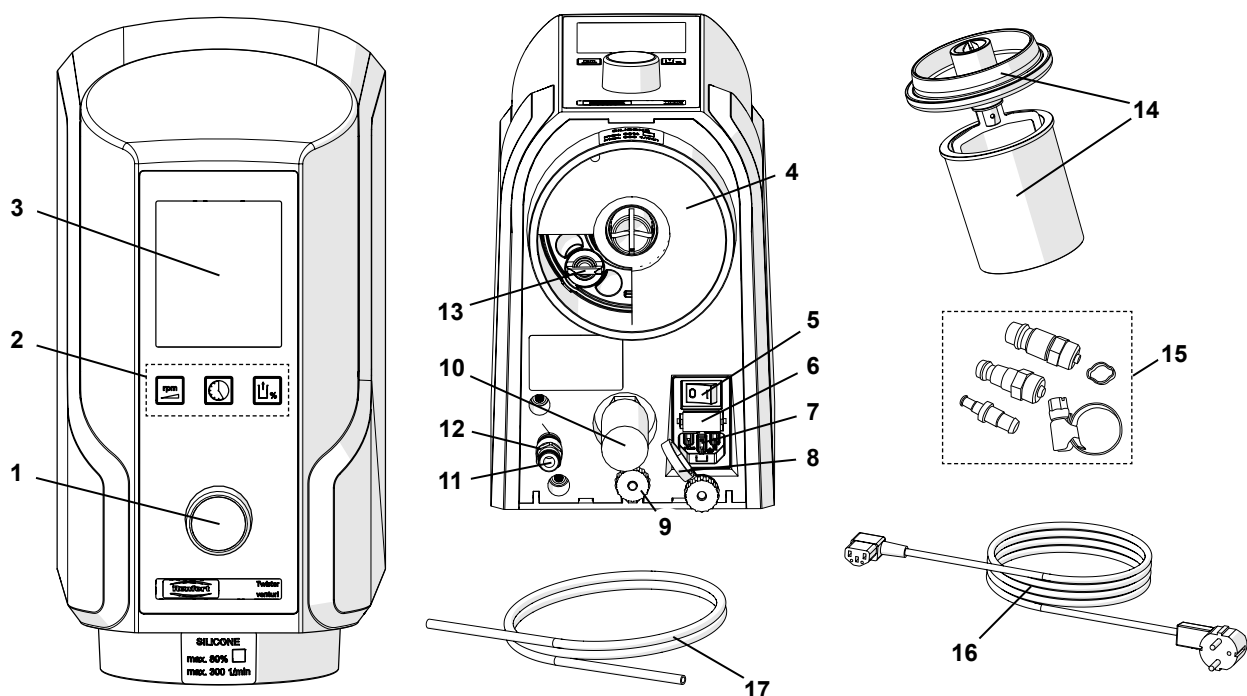

Fig. 1
- ⇒ Introduzir a mangueira de ar comprimido (17) até o fim no conector de mangueira da conexão para ar comprimido (11). É necessário vencer uma leve resistência.
- ⇒ Para conectar a mangueira na rede de ar comprimido, selecionar o engate correto do conjunto (15, Fig. 1) fornecido e fixá-lo na extremidade da mangueira.
O aparelho é ligado e desligado no interruptor do aparelho (5, Fig. 1).